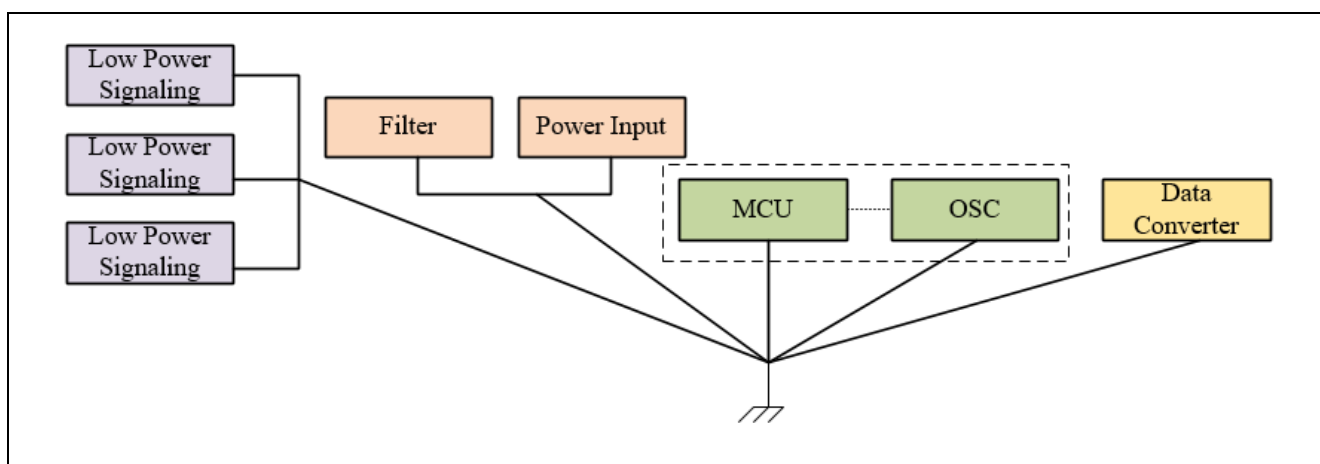

図 2. ハイブリッド単一ポイントのリターンパス
- 図 2 に、ハイブリッド単一ポイントリターンパス (hybrid single point return path) を示します。この中で、複数のデジタルエレクトロニクス、すなわち MCU と発振器などは、共通の機能を持つ複数の回路でセクションを構成し、各セクション内でまとめて基準電位を参照します。